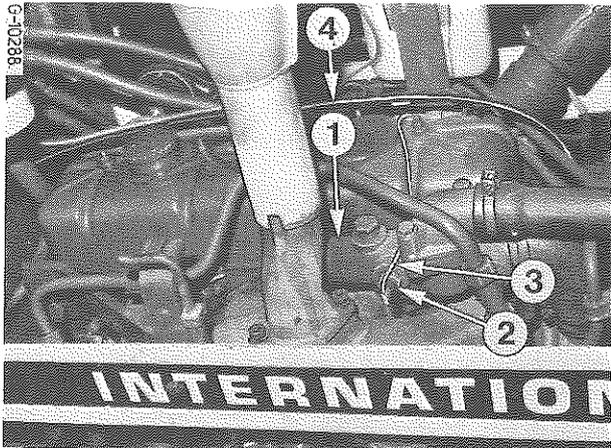

Figure 79 - Collecteur d'eau et sonde de température.
La sonde de température (2, Fig. 79) transmet la température du liquide de refroidissement au thermomètre placé dans l'instrument combiné. En cas de défaut de lecture à l'instrument, vérifiez en premier lieu le branchement des fils (3) et leur bon isolement. Remplacez la sonde de température (2) si elle est défectueuse.